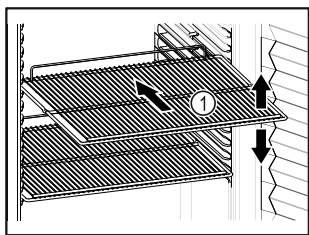

Fig. 20 Représentation à titre d'exemple
- Lorsque les grilles de support Fig. 20 (1) peuvent être déplacées, changez leur position en fonction de la hauteur des aliments.